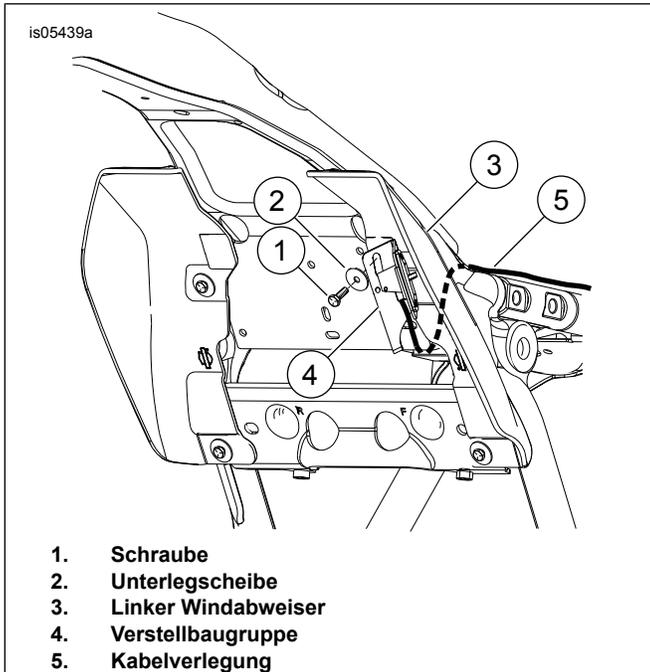

Abbildung 5. Einbau der Verstellbaugruppe mit Mittelrahmen-Windabweiser
3. Siehe Abbildung 5. Den Kunststoffclip des Zündkabels an der Stelle, an der die Halterung des Einstellgriffs montiert werden soll, aus dem Loch in der Rahmenplatte ziehen. Den Kunststoffschlauchclip entsorgen.
8. Abbildung 5 Vergewissern, dass das Rückenlehneinstellkabel nicht mit der Befestigungshalterung verbunden ist. Das Rückenlehnenkabel von der Verstellbaugruppe aus unter der Querträgerplatte hindurch und hoch durch den Rahmen (5) führen.
10. Abbildung 5 Die flache Seite der Halterung der Verstellbaugruppe (4) hinter die Kabel schieben und das obere Befestigungsloch des Abweisers am Schlitz in der Halterung des Einstellungsgriffs ausrichten. Sicherstellen, dass der Haken/die gebogene Zunge der Halterung in die Kante der Querträgerplatte eingreift. Wenn richtig ausgerichtet, einfügen und Schraube und Unterlegscheibe anziehen.